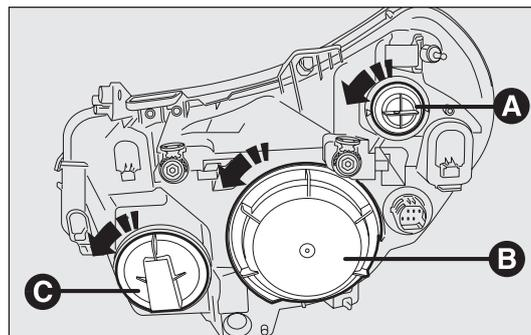

fig. 180
Per sostituire la lampada delle luci abbaglianti/luci diurne occorre rimuovere il tappo C-fig. 180.
Per sostituire la lampada delle luci anabbaglianti/posizione occorre rimuovere il tappo B-fig. 180.
Per sostituire la lampada degli indicatori di direzione occorre rimuovere il portalamпада A-fig. 180.
- rimuovere il coperchio di protezione B-fig. 180 ruotando in senso antiorario;
- rimontare il coperchio di protezione B-fig. 180 ruotando in senso orario assicurandosi del corretto bloccaggio.
- rimuovere il coperchio di protezione C-fig. 180 ruotandolo in senso antiorario;
- rimontare il coperchio di protezione C-fig. 180 ruotandolo in senso orario assicurandosi del corretto bloccaggio.
- rimuovere il coperchio di protezione B-fig. 180 ruotandolo in senso antiorario;